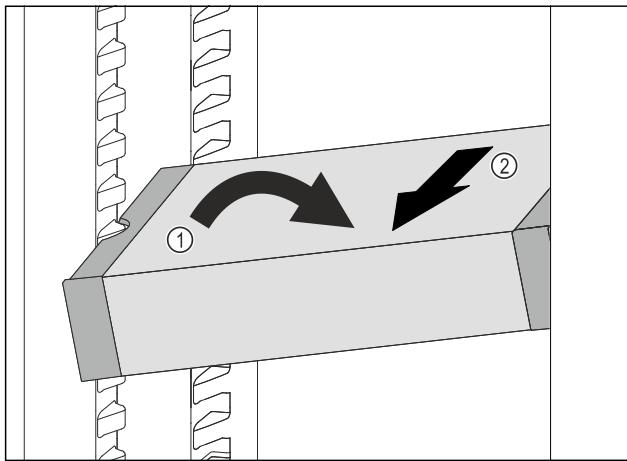

Fig. 111
- Poziționați oblic VarioSafe în frigider. Fig. 111 (1)
- Extrageți VarioSafe spre înainte. Fig. 111 (2)